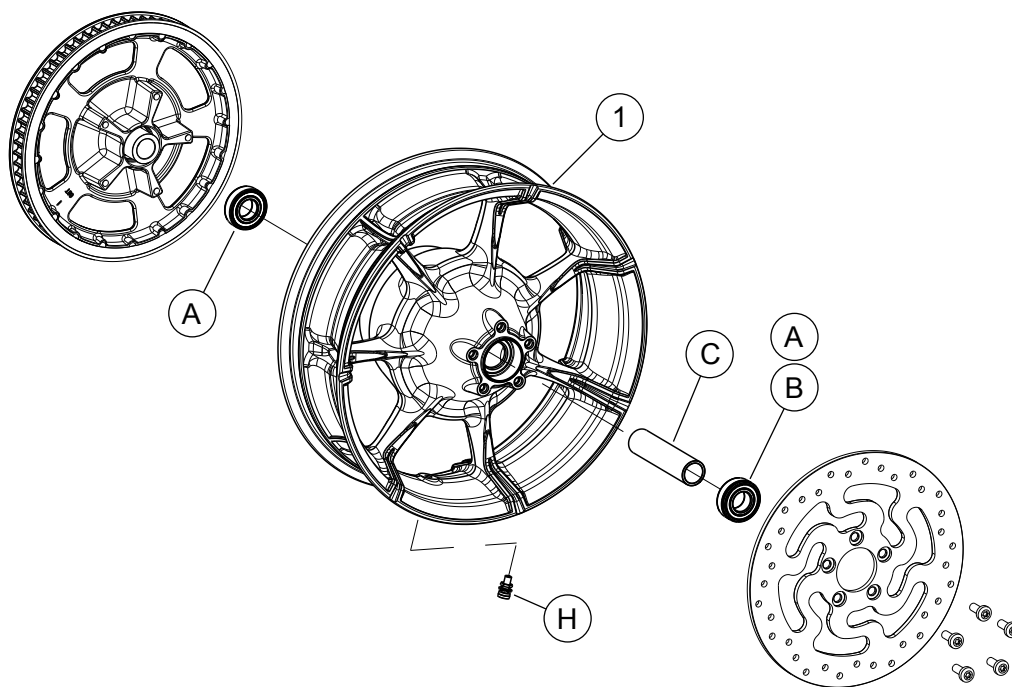

Abbildung 1. Ersatzteile: Slicer-Hinterräder
Siehe Abbildung 1 und Ersatzteiletabellen.
- Siehe Abbildung 1. Die Ventilschaft-Baugruppe (H) am Rad anbringen. Siehe das Werkstatthandbuch.